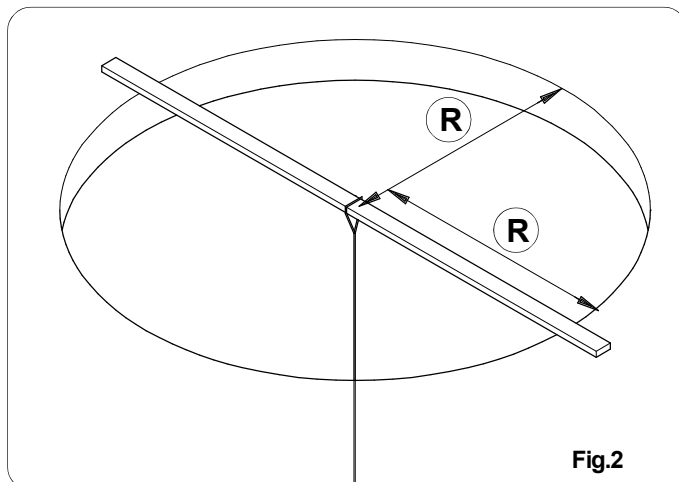
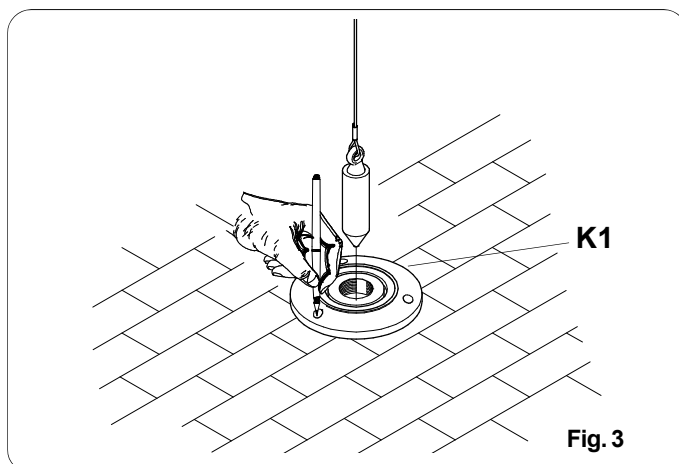

Fig.2
Fig.3
- Trovare e proiettare a terra il centro del vano scala. Come indicato in fig.2 e fig.3.
as shown in Fig.2 - Fig. 3
- Déterminer et projeter au sol le centre de la trémie de l'escalier. Comme indiqué fig.2 e fig.3.
- Den Mittelpunkt des Treppenhauses ausfindig machen und auf den Boden übertragen. wie in der Abb.2 - Abb.3 gezeigt.
- Encuentre el centro del hueco de escalera y proyéctelo hacia el suelo. Como se indica en la fig. 2 - Fig.3